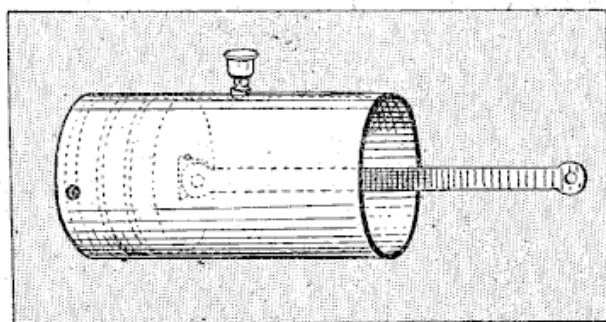
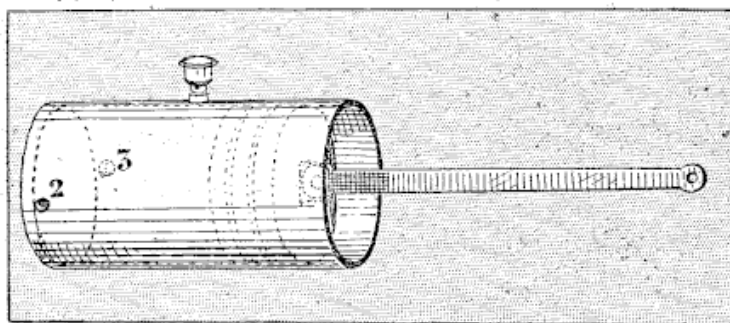

Fig. 8
Fig. 9
les trous nos 2 et 3. Cette condition d'étanchéité est rigoureuse, puisque, c'est le piston lui-même qui, une fois introduit dans le fond du cylindre, comme le représente la figure 8, doit, en s'éloignant vers l'extrémité libre,
*aspirer* dans le cylindre la quantité utile de mélange détonant (fig. 9) et, inversement, en revenant vers le fond du cylindre (fig. 8),